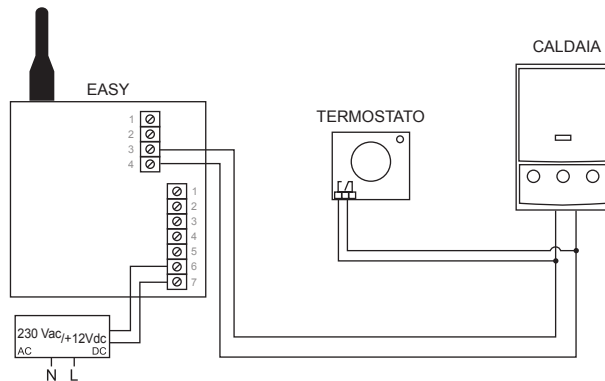

Fig.4
4. Eseguire i collegamenti elettrici seguendo lo schema di collegamento più appropriato (Fig.4 – ed il paragrafo *Collegamenti elettrici*).
Esempio di Collegamento (Fig. 4)